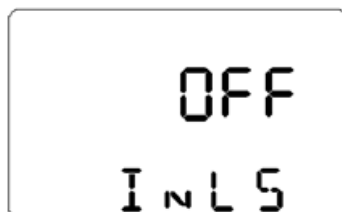

Figura 5.13: Configuração do modo de desligamento automático do Studio
Esta função vem desabilitada (OFF) por padrão. Antes de habilitar esta função (ON), Figura 5.13, verifique: